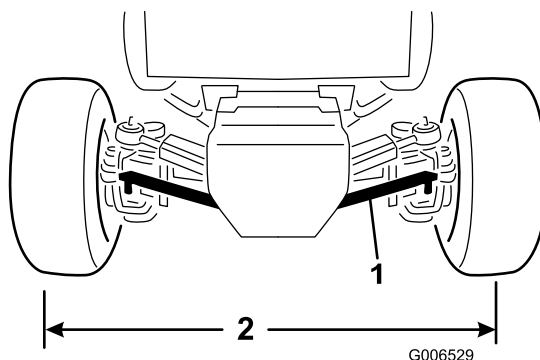

Figura 58
2. Retire as porcas que fixam uma junta da barra de direcção ao suporte de montagem no eixo; em seguida, retire a junta do eixo (Figura 58).
4. Rode as uniões das barras transversais até que a distância centro a centro à frente e atrás das rodas traseiras seja a mesma (Figura 58).